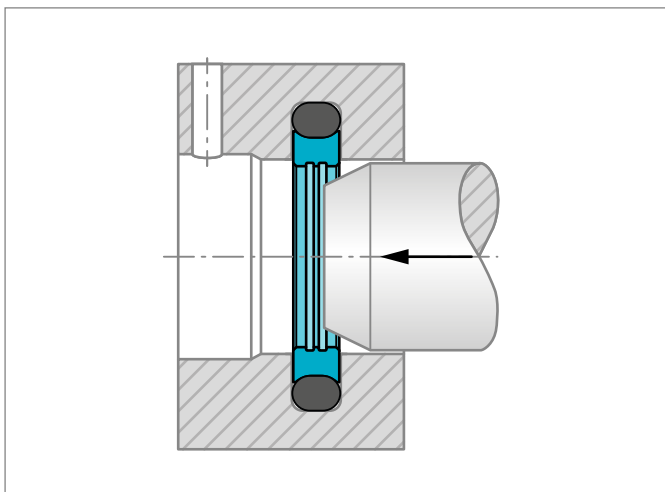

Abbildung 166: Kalibrierung des eingebauten Turcon® Roto Glyd Ring®
- 5) Kalibrieren Sie die Dichtung (siehe Abbildung 166).